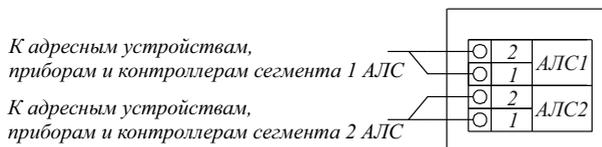

Рисунок 5
- подключить провода АЛС к клеммной колодке (рисунок 5). УДП подключается к прибору при помощи двухпроводной АЛС с номинальным сечением проводов от 0,35 до 1,5 мм². При большом количестве УДП с встроенным изолятором КЗ (более 25 шт.) рекомендуется использовать кабель сечением не менее 0,5 мм².